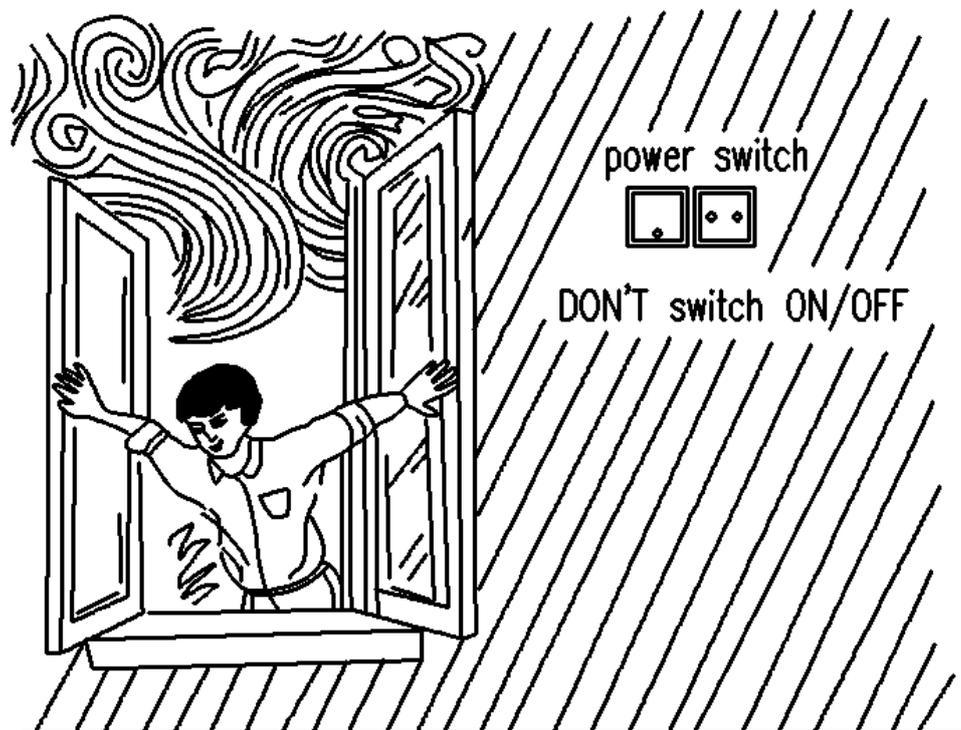

Fig.11
- In caso di perdita di gas, interrompere l'alimentazione del gas e aprire immediatamente e delicatamente le finestre. Azioni come l'accensione, l'accensione e lo spegnimento della corrente elettrica sono severamente vietate per evitare esplosioni e incendi (Fig.11).